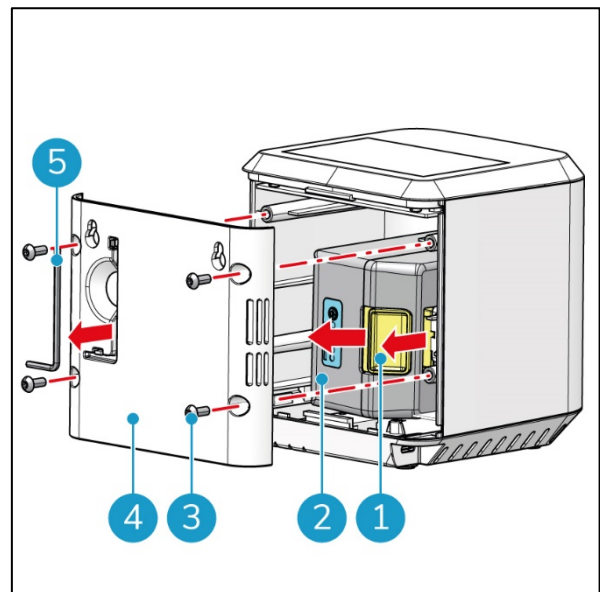

Figura 7
1. Retira los cuatro tornillos Allen (Figura 7, pos. 3) utilizando la llave Allen (Figura 7, pos. 5).
2. Retira la parte trasera (Figura 7, pos. 4) del i-sense.
3. Retira o inserta la batería (Figura 7, pos. 2) pulsando el botón amarillo (Figura 7, pos. 1).